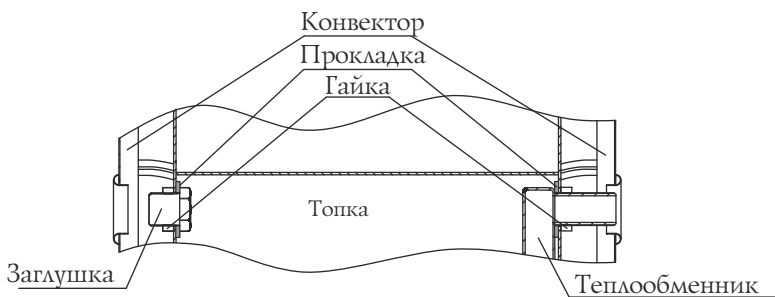

Рисунок 11. Демонтаж теплообменника.
3. Снять теплообменник (рисунок 11) отвернув гайки 2 шт. и вынув его из отверстий, прокладки остаются на штуцерах;